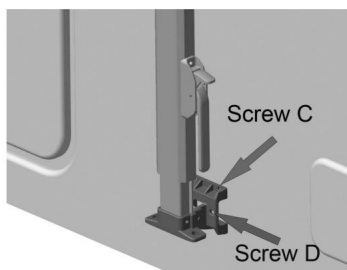
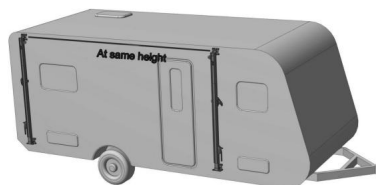

Figura C8
Figura C9
3.3 Prendi le staffe inferiori dai bracci, mettile nella posizione di installazione inferiore con le piastre di alluminio, fissale con la vite C e la vite D (Figura C8), quindi assembli il braccio alla staffa, fissa anche le staffe superiori con la vite C e la vite D. Assicurati che i due bracci siano alla stessa altezza (Figura C9).